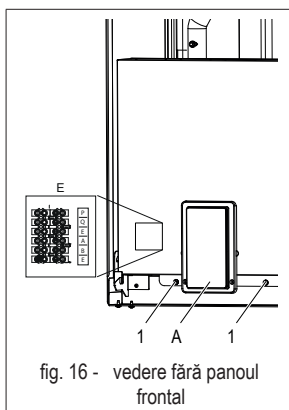

fig. 16 - vedere fără panoul frontal
- deșurubați cele două șuruburi (det. 1 - fig. 16) de dedesubtul casetei electrice
A Panou display și tastatură (fig. 16)
Cutia cu borne de conectare (det. B fig. 16) se află în partea stângă a casetei electrice a centralei. Cutia cu borne de conectare este de tip regletă tată-mamă. Pe partea laterală a cutiei cu borne de conectare este aplicată o etichetă de identificare a celor 6 borne disponibile.